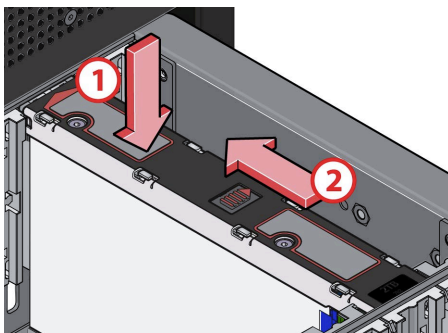

Figura 6. Instalación de una DDIC
2. Deslice el mecanismo de cierre superior en la dirección de la flecha hasta que el mecanismo de cierre encaje en su sitio (consulte Figura 6).